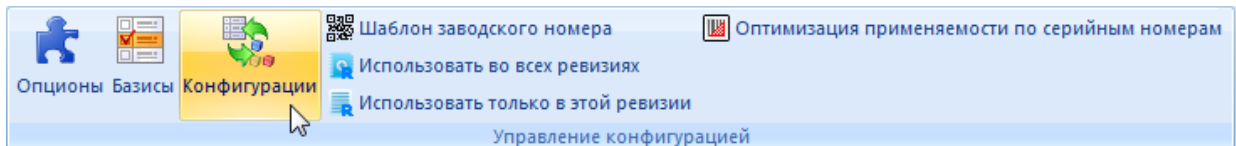

Рис. 13-68 – Запуск редактора конфигураций
- 1) Нажать кнопку «Конфигурации» панели «Управление конфигурацией» функциональной вкладки «Применяемость» (рис. 13-68).